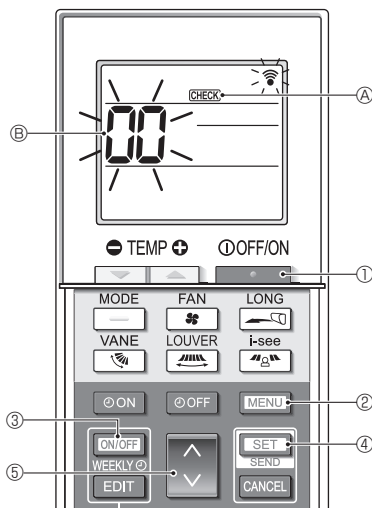

Fig. 7-6
■ Ինքնաստուգում (Fig. 7-6)
- Սեղմեք [ՄԻԱՑՆԵԼ/ԱՆՁԱՍԵԼ] կոճակը ①՝ օդորակիչը անջատելու համար:
- Եթե շարժական ժամանակացույցը միացված է (WEEKLY միացված է), սեղմեք [ON/OFF WEEKLY] կոճակը ③ այն անջատելու համար (WEEKLY անջատված է):
- Սեղմած պահեք [MENU] կոճակը ②՝ 5 վայրկյանի ընթացքում:
- Սեղմեք [DOWN] կոճակը ⑤ ներքին բլոկի սառնագենտի հասցեն (M-NET հասցեն) ⑥, որի համար դուք ցանկանում եք ինքնաստուգում կատարել:
- Սեղմեք [SET] կոճակը ④:
- Սեղմեք [ՄԻԱՑՆԵԼ/ԱՆՁԱՍԵԼ] կոճակը ①:
- [CHECK] ④ և սառնագենտի հասցեն (M-NET հասցե) ⑥ անջատվում են և ինքնաստուգումն ավարտվում է: